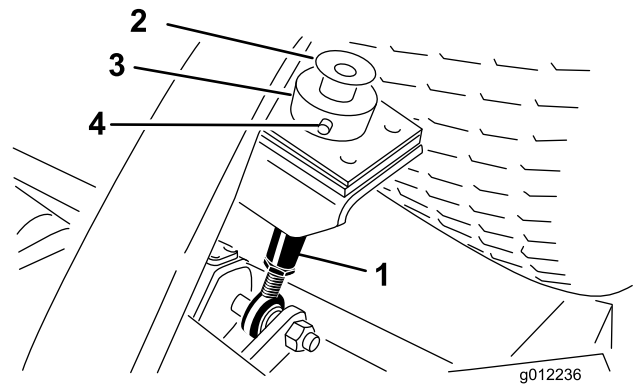

Figura 23
2. Rimuovete il bullone e la rondella montati sulla sommità di ogni asta dell'asta di livello/tappo di riempimento (Figura 23).
3. Rimuovete la coppiglia e il perno con testa che fissano il collare dell'asta di livello/tappo di riempimento alla relativa asta sulla parte posteriore dell'apparato di taglio (Figura 23). Rimuovete il collare dell'asta di livello/tappo di riempimento.